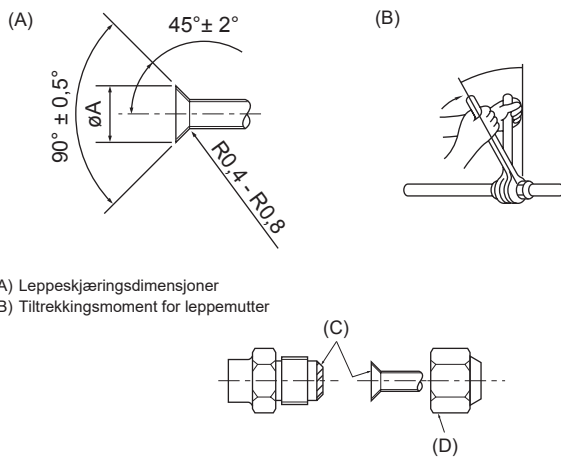

Fig. 4-1
(A) (Fig. 4-1)
(B) (Fig. 4-1)
4.2. Kople til rør (Fig. 4-1)
- Påfør et tynt lag med kjølevæskeolje på rør og skjøtseteflater før du strammer leppemutteren. (A)
- Bruk to nøkler til å stramme rørkoplingene. (B)
- Påfør kjølemaskinolje på hele leppeseteflaten. (C)
- Bruk leppemutrene for følgende rørstørrelser. (D)